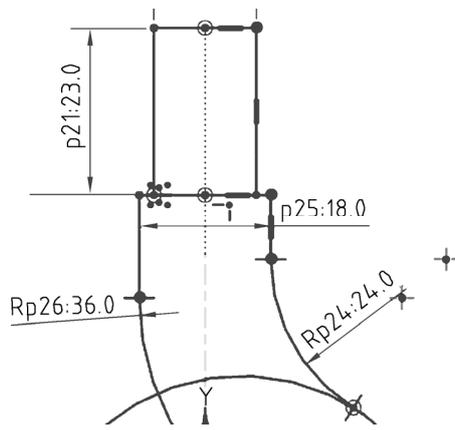

图 1-2-12 绘制圆弧
(8) 绘制圆弧。点击【直接草图】→【圆弧】命令，绘制半径为 36 的圆弧，并与台阶相切，如图 1-2-12 所示。